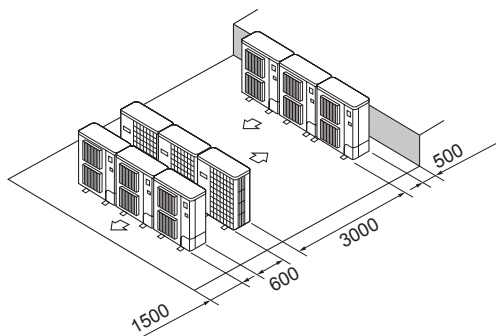

Fig. 2-17
- ⑥ Mitme paralleelseadmega paigutus (Fig. 2-17)